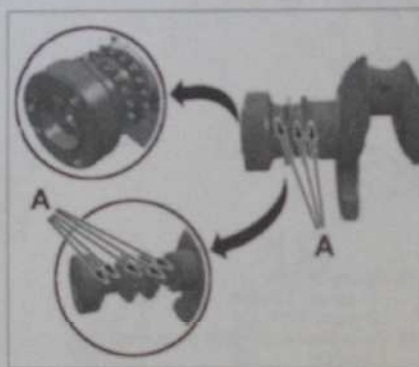

Fig. 27
- Nettoyer puis dégraisser les faces d'appui (A) avant assemblage et serrage, à l'aide d'un produit sec, type nettoyant frein (Fig.27).